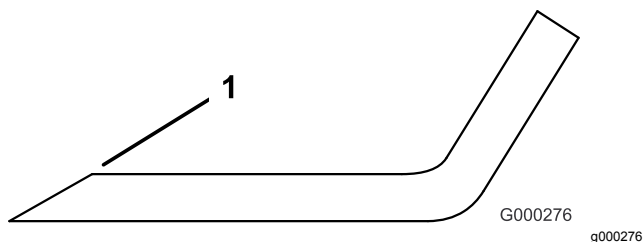

Figure 111
1. Au moyen d'une lime, aiguissez les tranchants aux deux extrémités de la lame (Figure 111).
Remarque: Si la lame est déséquilibrée, limez un peu l'extrémité de l'aillette seulement (Figure 111).